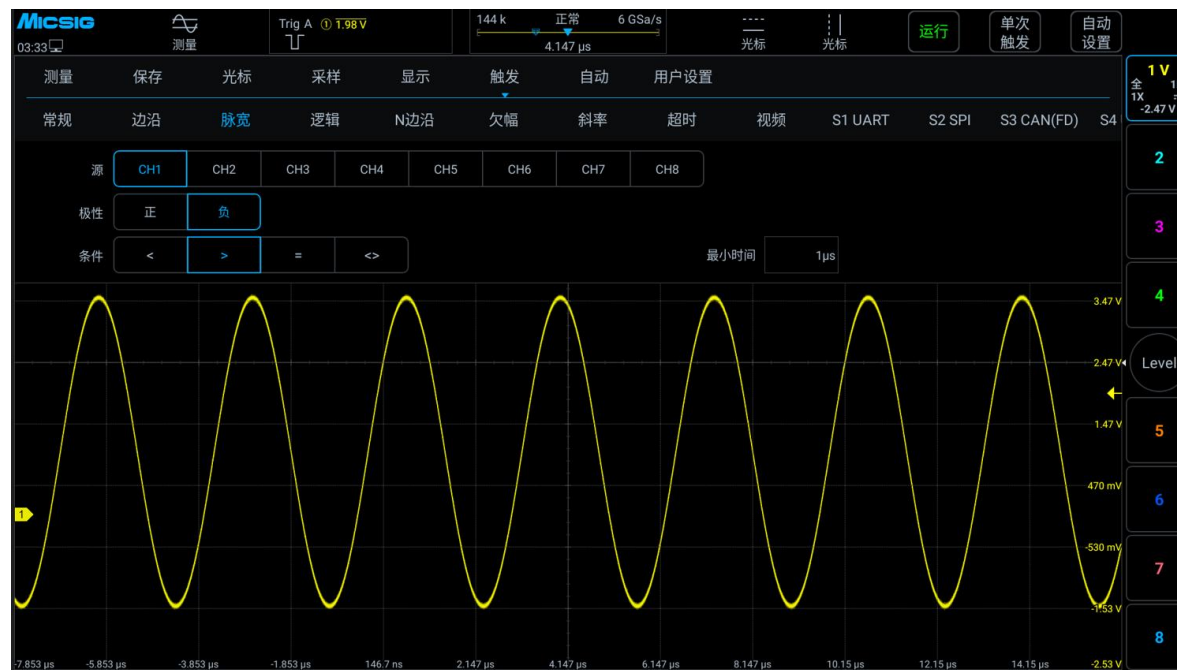

图 6-15 负极性脉冲电平翻转
所选脉冲极性图标显示在显示屏的左上角。正脉冲高于当前触发电平（ $\text{⏏} \text{① } 1.00\text{V}$ 通道 1 正极性脉冲指示图标），负脉冲低于当前触发电平（ $\text{⏏} \text{① } 1.00\text{V}$ 通道 1 负极性脉冲指示图标）。当在正极性脉冲上触发时，如果限制条件为真，触发将在脉冲从高到低的翻转上发生；当在负极性脉冲上触发时，如果限制条件为真，触发将在脉冲从低到高的翻转上发生。（图 6-15 负极性脉冲电平翻转）